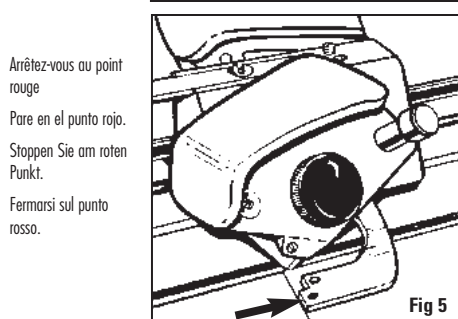

Fig 5
8. Relâchez le sabot de butée du doigt afin que le sabot s'élève au-dessus de la bordure du passe-partout et tirez la tête de découpe vers vous jusqu'à ce qu'elle entre doucement en contact avec la butée de production inférieure. Fig. 5